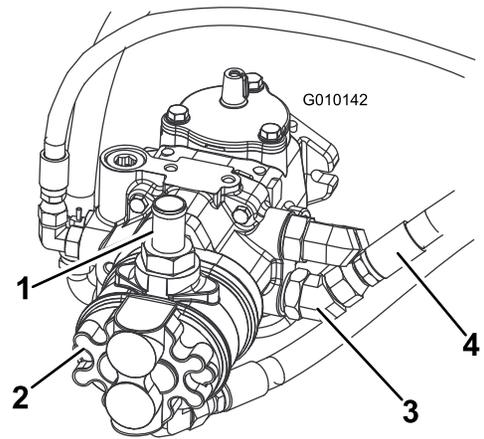

Figura 3
- Drene todo el fluido hidráulico del depósito retirando la manguera superior de la bomba (Figura 3).